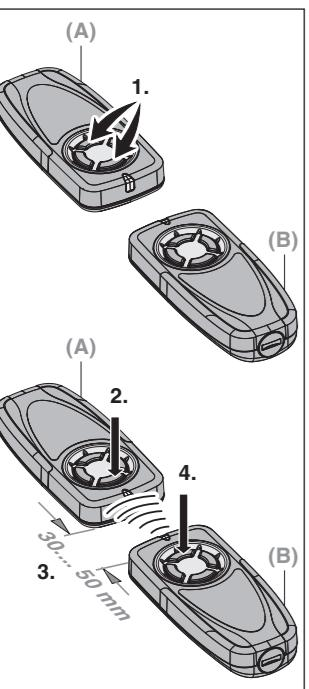

Fig. 3
- Druk op de toets (2) op de handzender in. De aan de toets gekoppelde functie (bijv. deur open/dicht) wordt uitgevoerd.
4.3 Een toetsfunctie kopiëren (fig. 3)